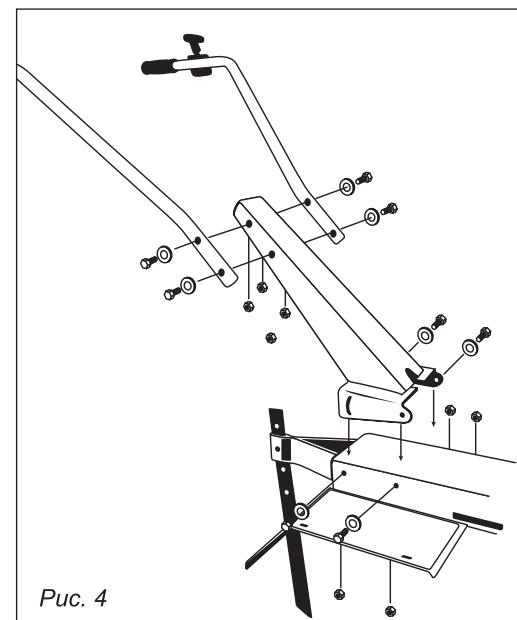

Рис. 4
3. Установите сошник, рис. 4.
4. Установите опору руля и зафиксируйте с помощью болтов (болты полностью не затягивать), рис. 4.